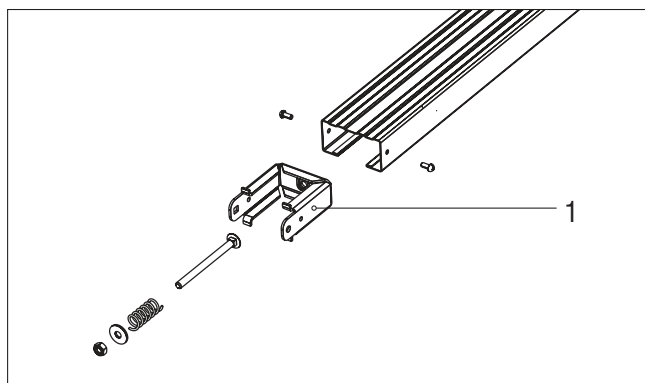

Рис. 1
2. Проверьте механизм натяжения цепи поз. 1 (рис.1).